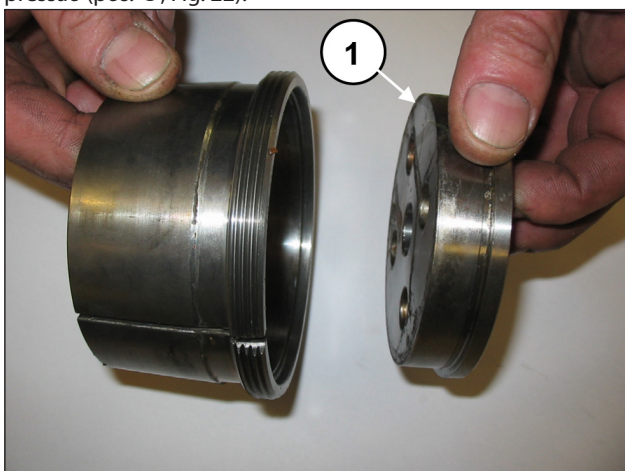

Fig. 22
Separe o flange de bloqueio do casquilho do casquilho de pressão (pos. ①, Fig. 22).